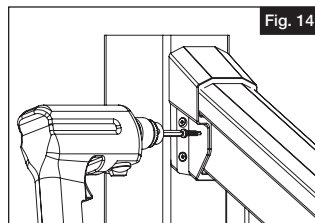

Fig. 14
- Centre el travesaño en el poste. A continuación, con una broca de $\frac{5}{32}$ ", taladre el primer agujero a través del soporte del travesaño superior, la funda de vinilo del poste y el poste de madera (o el espaciador de plástico del kit de instalación del poste) (Fig. 14).
- b. Taladre uno de los lados (fuera de la instalación de travesaño de escalera) del soporte de travesaño superior con una broca de $\frac{5}{32}$ ". El agujero debe estar orientado como se muestra (Fig. 14). Introduzca un tornillo de cabeza cuadrada #10 de 1" a través del soporte y el travesaño.